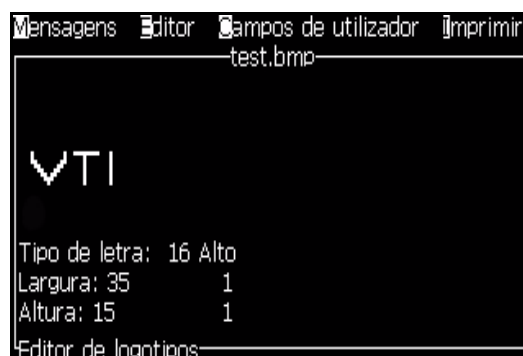

Figura 5-43: Logotipo na tela Menu
- 9 Pressione a tecla *Enter* e o logotipo aparece na tela Menu (veja Figura 5-43).